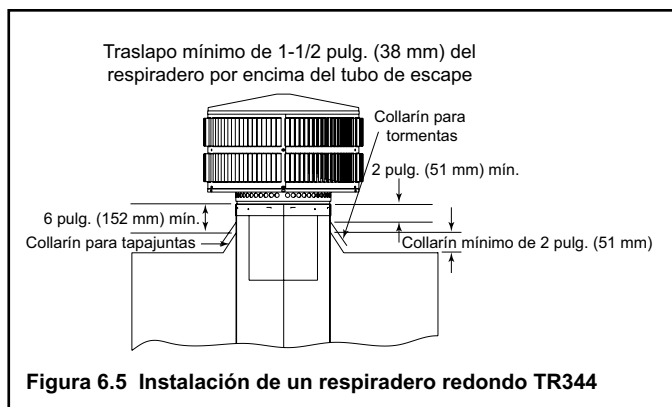

Figura 6.5 Instalación de un respiradero redondo TR344
- Instale las secciones del cañón de la chimenea hacia arriba a través del cerramiento del compartimento. Cuando utilice un respiradero redondo TR344, la sección superior más alta del tubo de escape se debe extender 6 pulg. (152 mm) por encima de la parte superior del collarín del tapajuntas para permitir la instalación del collarín para tormentas y el respiradero. Vea la Figura 6.5.